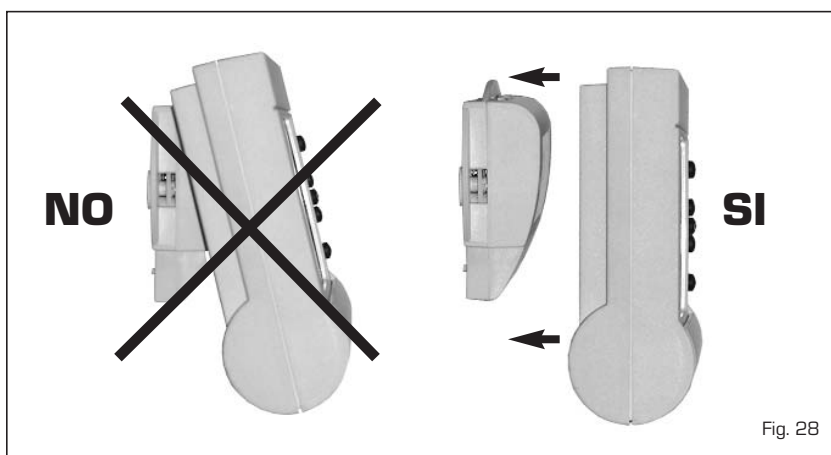

Fig. 28
- 7) Serrare il coperchio dell'adattatore ed applicare a questo il terminale del controllo remoto (fig. 28).